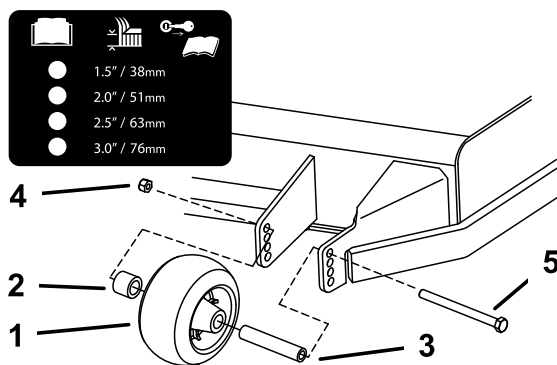

Figure 28
- Réglez les galets anti-scalp comme montré à la Figure 28.